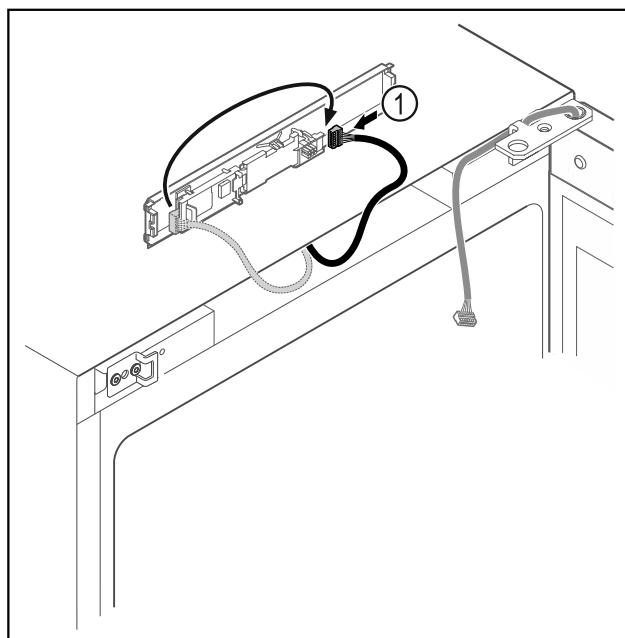

Fig. 15
► Переставьте штекер Fig. 15 (1) на панели.